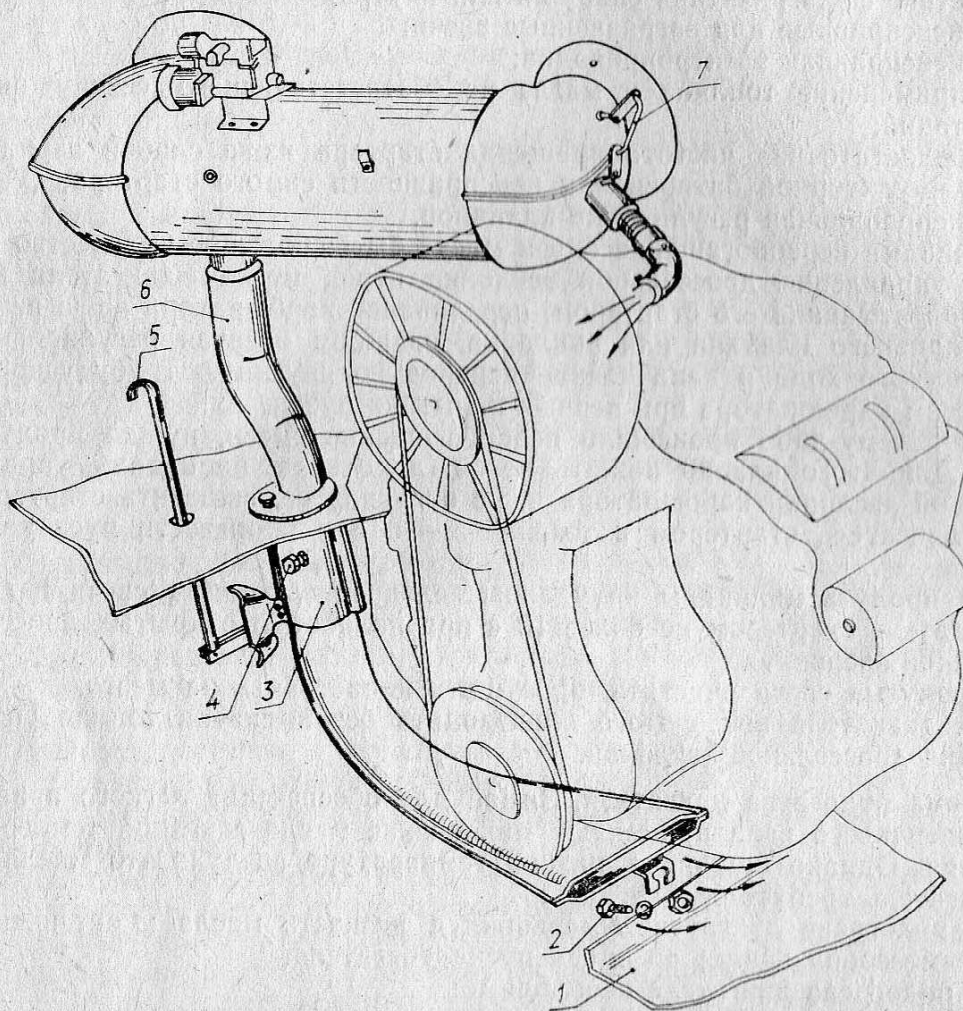

Рис. 6. Подогрев двигателя предпусковой:
- открыть ручкой 4 (рис. 6) заслонку патрубка разогрева развала цилиндров, для чего повернуть ее против часовой стрелки до упора. При этом закроется заслонка подачи горячего воздуха в салон автомобиля;